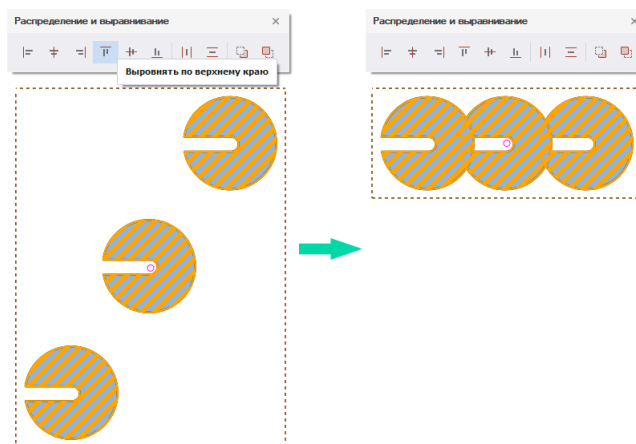

Рис. 251 Выравнивание по верхнему краю
2. На панели «Распределение и выравнивание» выберите инструмент «Выровнять по верхнему краю», который обозначен символом , см. Рис. 251.